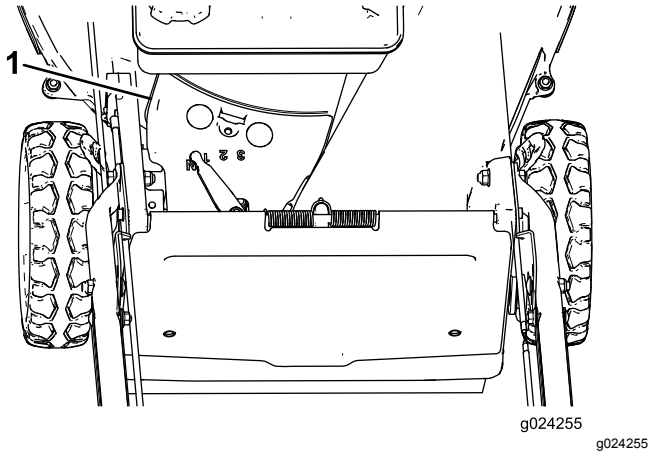

Figure 29
3. Déposez le couvercle de courroie (Figure 29) du carter du plateau de coupe.